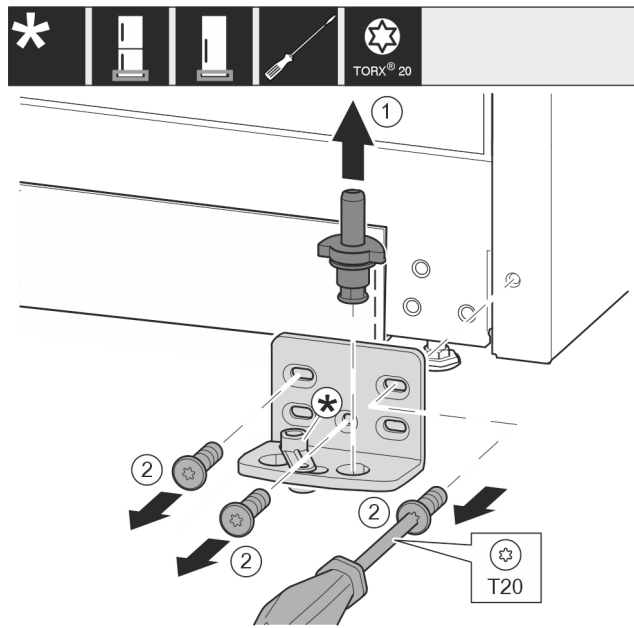

Fig. 15
- ▶ Vytiahnite ložiskový čap Fig. 15 (1) úplne nahor.
- ▶ Vyskrutkujte skrutky Fig. 15 (2) skrutkovačom a odnímite ložiskovú konzolu.